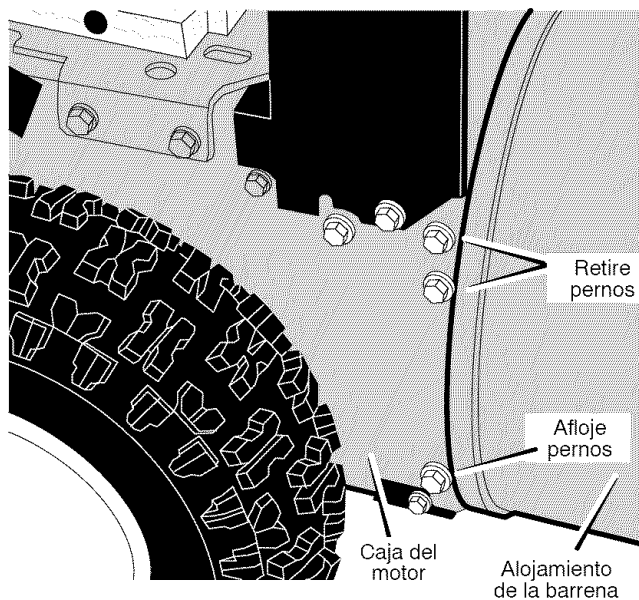

Figura 73
- Retire los cuatro **pernos** superiores que unen el **alojamiento de la barra** y la **caja del motor**. Afloje los dos **pernos** inferiores. Ahora el **alojamiento de la barra** y la **caja del motor** pueden separarse para retirar la correa (Figura 73).